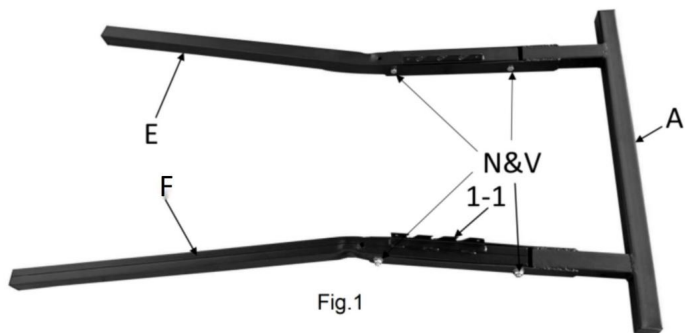

Fig.1
1. Assemblare le gambe destra e sinistra (E e F) al telaio di base (A). Inserire l'estremità di ogni gamba nelle aperture del telaio di base e allineare i fori dei bulloni. L'altezza delle tacche di regolazione (Fig.1 1-1) saranno all'interno e le gambe dovranno essere angolate verso l'esterno. Fissare ciascuna gamba con un bullone del telaio (N) e un controdado1 (V). Inserire i due bullone della gamba (N) e controdado1 (V), quindi spingere le estremità verso il basso per fissare le gambe.